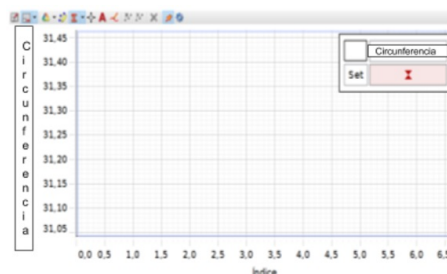

Figura 3.3: Gráfico de la circunferencia en función del índice.
2. Introducir todos los valores obtenidos en la tabla de la derecha. Estos valores se representarán en la gráfica siguiente (ver figura 3.3). A medida que se agregan más valores, observar cómo cambia el máximo,